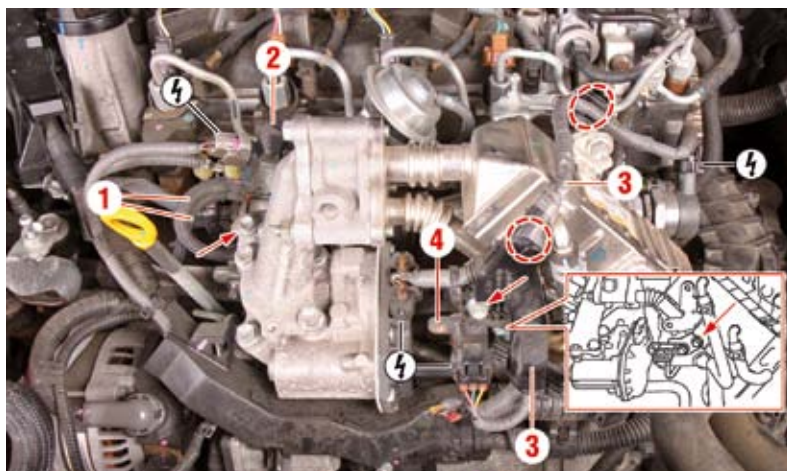

Fig. 30
- Suelte los manguitos **(1)** (Fig. 30).